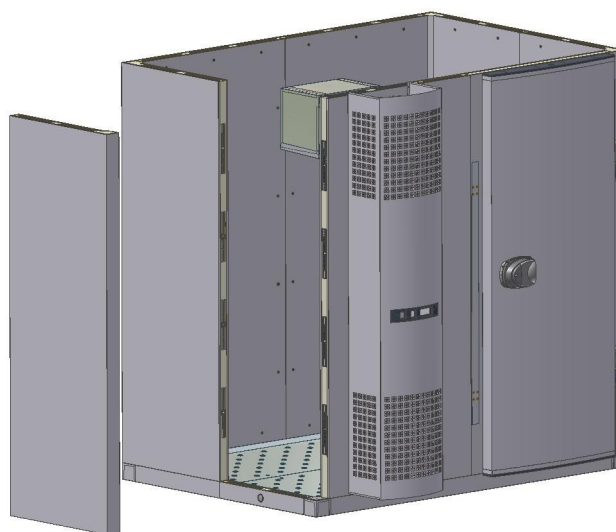

Fig. 5
- Os painéis verticais (incluindo o painel do aro da porta e o painel do grupo) devem ser montados de forma a que o último, seja um painel de canto (fig. 5).